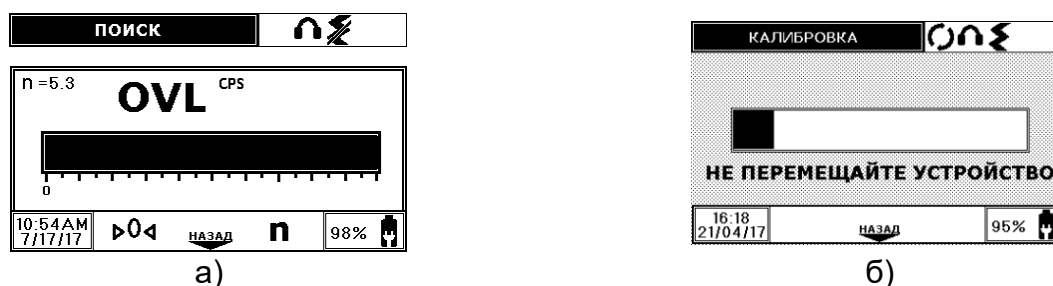
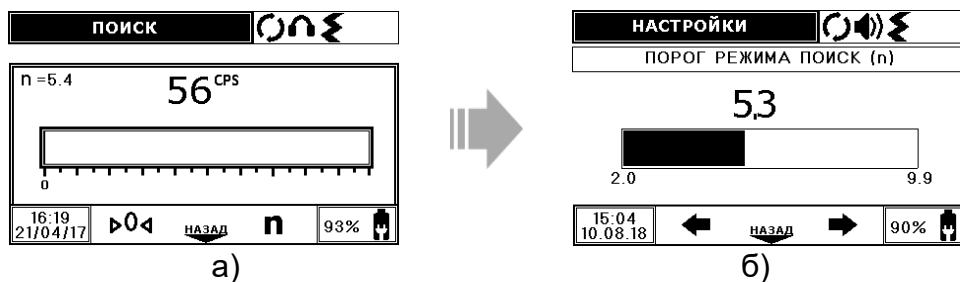

Рисунок 2.11 – Перегрузка в *режиме поиска* и калибровка по гамма- фону
Рисунок 2.12 – Установка коэффициента **n** режима поиск
**2.2.2.4.2** Если в *режиме поиска* значение скорости счета превышает верхний предел диапазона, то на дисплее индицируется сообщение "OVL" (overload – перегрузка), рисунок 2.11 а), это не является признаком неисправности прибора, при этом звуковая или вибрационная сигнализация продолжает нормально работать: возрастает частота следования звуковых и вибрационных сигналов. Однако сообщение "OVL" свидетельствует о наличии мощного источника радиационной опасности, при котором необходимо соблюдать соответствующие меры безопасности.
При включении *режима поиска* прибор автоматически производит тестирование и далее – *калибровку по гамма- фону*. При этом индицируется сообщение о калибровке (рисунок 2.11 б)). Если в процессе эксплуатации прибора в *режиме поиска* (рисунок 2.12 а)) общий гамма- фон изменяется (например, при переходе в подвал с улицы), то необходимо однократным нажатием левой кнопки ◀ выбрать подменю ▶04, после чего запустится *калибровка по гамма- фону* (рисунок 2.11 б)).
- войдите из главного меню в *режим поиска* 🔍, нажав кнопку 🔵, при этом автоматически запустится тестирование и калибровка прибора, далее прибор выйдет в *режим поиска* (рисунок 2.12 а);
- войдите в подменю коэффициента *n* (рисунок 2.12 б)), нажав правую кнопку ▶;